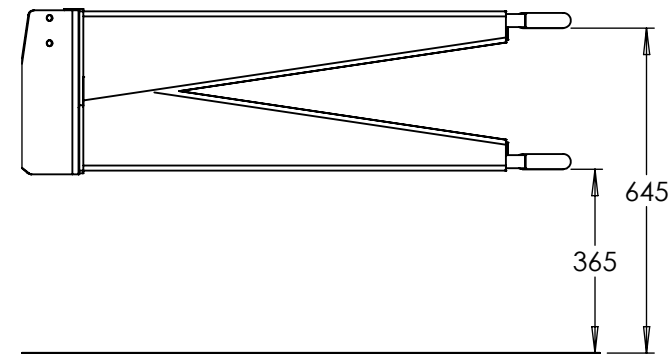

Fig. 6.2
Antes de acoplar la maquina al tractor retirar los brazos del tractor para evitar que golpeen en la barra de tiro (1). La máquina se acopla al tractor mediante el enganche para bulón del tractor. Ajustar en altura el propio enganche para bulón en el tractor (2). Tener en cuenta que la barra de tiro puede girarse en posición invertida (Ver Fig 6.2) para acomodarse al acoplamiento alto o bajo. El ajuste de altura se puede conseguir también con las tres posiciones existentes en la lanza en su conexión con la parte delantera del chasis (3).